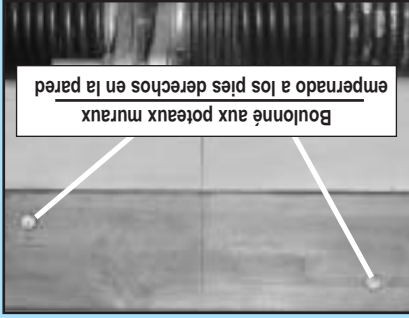

FIG. 2-4 Une planche de 5 x 15 cm. Un tablon de 2" x 6".
REMARQUE: Si l'emplacement du support de linteau doit se trouver au-dessus du linteau pour l'ouverture de la porte, vous devez ajouter une surface de montage. Une planche de 5 x 15 cm bien fixée (les attaches ne sont pas incluses) le long des poteaux muraux sur l'un des côtés de votre marque suffit (Fig. 2-4).
NOTA: Aunque la cartela del travesaño puede estar orientada de varias maneras, el método 1 se prefiere, si es posible, por la resistencia adicional, comparado con los otros métodos. (Fig. 2-4).
- Sostener la cartela del travesaño contra la pared (Fig. 2-4).
- Apretar la cartela del travesaño con 3 pijas (22) (Fig. 2-4).